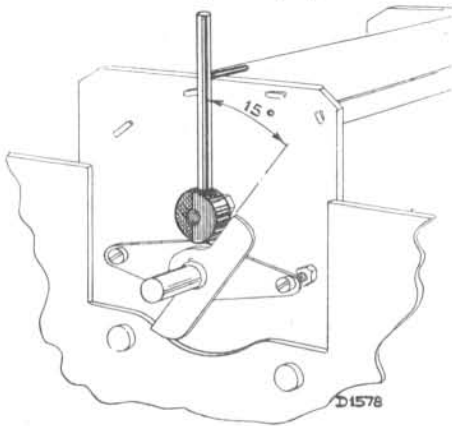

Fig. 9
4. 15° mal aanbrenge en variabele condensator vast tegen mal aandraaien (fig. 9) (minimum capaciteit).